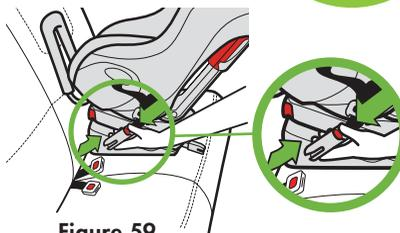

Figure 59
- Appuyez sur le bouton de déverrouillage rouge et maintenez-le enfoncé tout en tirant sur les connecteurs DUA, tel qu'illustré dans la **Figure 59**.